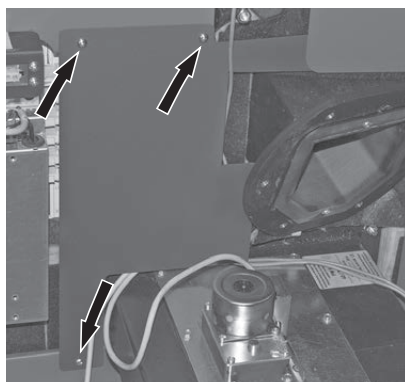

Fig. 146 Copertura sopra gli scarichi della trazione
- ▶ Avvitare la copertura sopra gli scarichi della trazione con 3 viti autofilettanti – Fig. 146.